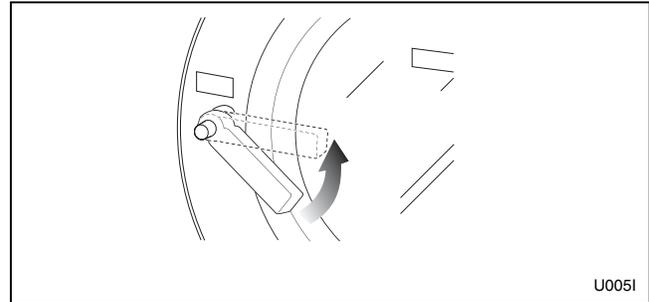

Figura 12
5. Cierre la puerta y gire la palanca hacia la izquierda hasta que salte el botón. Consulte la *Figura 12*.